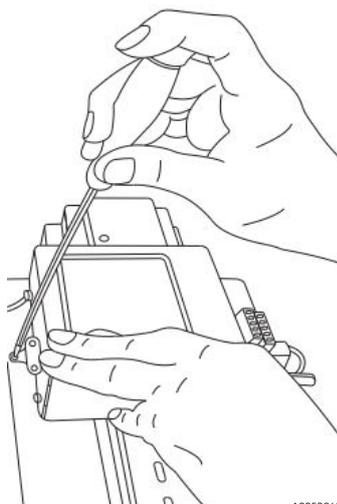

Figure 78. Déconnexion du module électro-optique du rail DIN
6. Avec le tournevis, appuyer sur l'extension à clip et l'éloigner de la partie supérieure du module. Voir la figure 78. Le module électro-optique devrait apparaître.